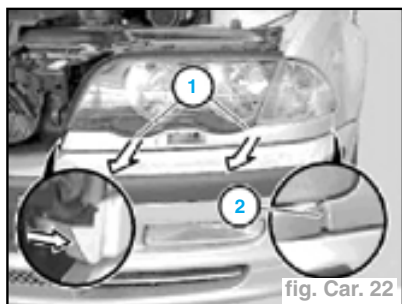

fig. Car. 22
- Déclipser le cache à l'intérieur, dégager l'enjoliveur de ses supports par le bas (1) et libérer l'ergot (2) (fig. Car. 22).